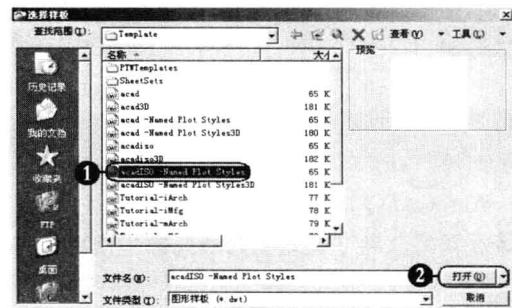

图 1-2 【选择样板】对话框
步骤① 单击【快速访问】工具栏上的 $\square$ 按钮，打开【选择样板】对话框，然后选择图1-2所示的样板作为基础样板，创建空白文件。